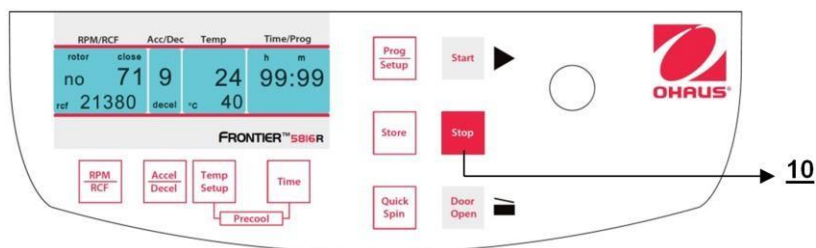

Figura 30
Con el botón **"Stop"** (10) (vea la Figura 30) puede interrumpir la operación en cualquier momento. Después de presionar el botón, la centrifuga se desacelera con la intensidad preseleccionada en descenso hasta parar completamente.